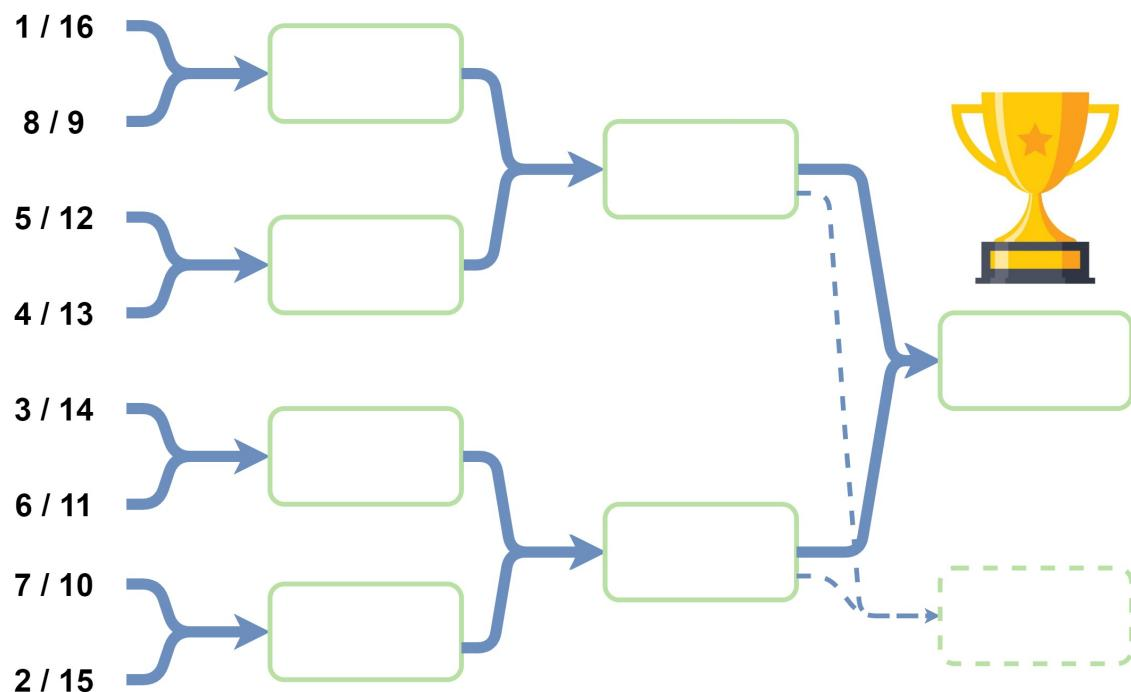

FIGURE 8 : Tableau des phases finales
Chaque équipe vainqueure de son match de barrage sera intégrée au tableau principal de la phase finale de la rencontre (B). À l'issue de la phase de barrage, l'arbre de la phase finale de la rencontre (B) présenté Figure 8 pourra être revu afin de représenter plus fidèlement le niveau de chaque équipe.